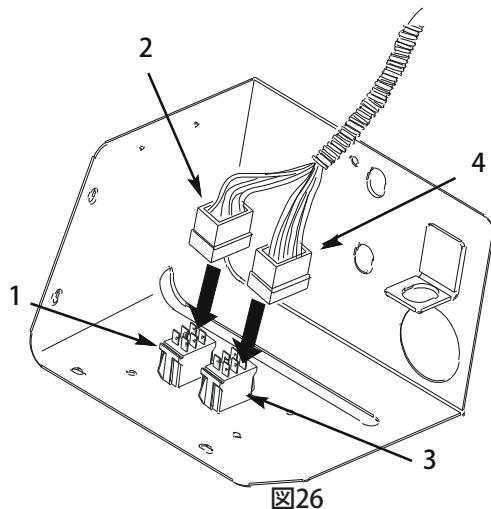

図26
14. マルチカラーのラインが付いているコネクタをレート制御スイッチ(一時スイッチ)に接続する(図26)。